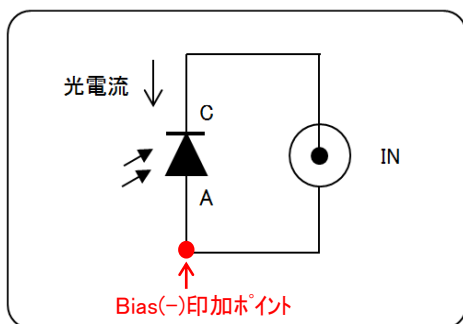

図18. PD接続パターン(1)
-10~0Vの範囲でBias電圧を設定して下さい。(図18参照)